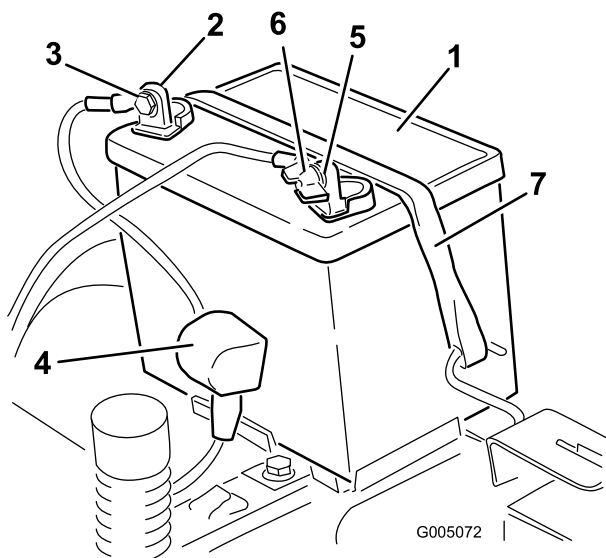

Figura 36
- Desconecte el cable negativo de tierra (negro) del borne de la batería (Figura 36).
- Desconecte el cable positivo (rojo) del borne de la batería (Figura 36).
- Retire la correa de sujeción de la batería (Figura 36) y levante la batería para retirarla de su bandeja.
- Coloque la batería en la bandeja (Figura 36).
- Fije la batería con la correa de sujeción (Figura 36).